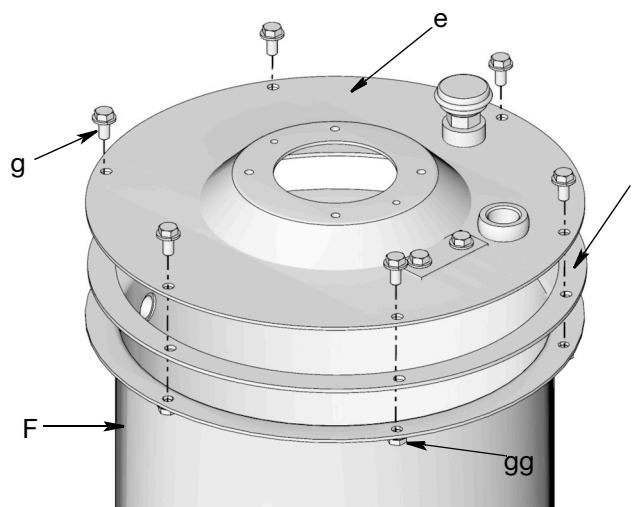

Рис. 5
5. Выкрутите болты (g) и гайки (gg), которыми крышка (e) крепится к резервуару (F) (Рис. 5). Сохраните эти компоненты для последующей сборки.
6. Снимите крышку (e) и прокладку (j) (Рис. 5). Сохраните эти компоненты для последующей сборки.